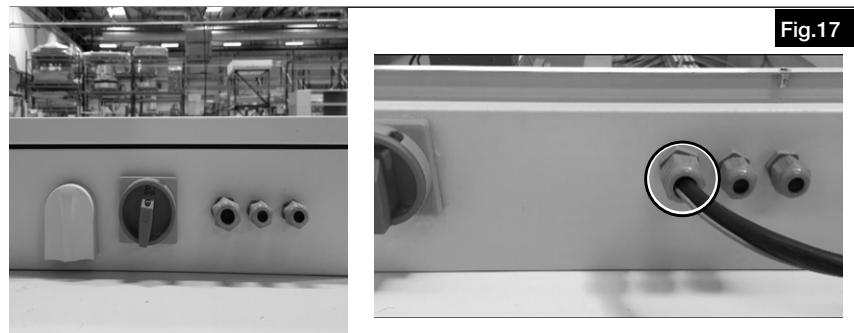

Fig.17
1. Ouvrir le couvercle du coffret électrique (voir Fig.17).